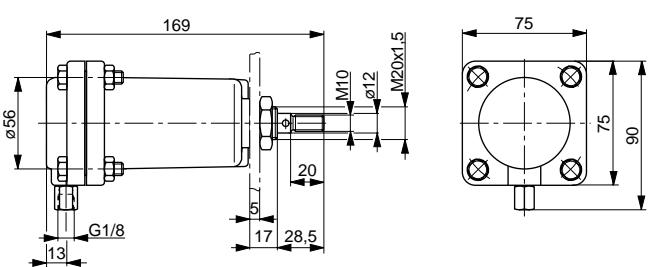

Abb.5
*Stellzylinder ZFED werden angeflanscht (Abb.5)*